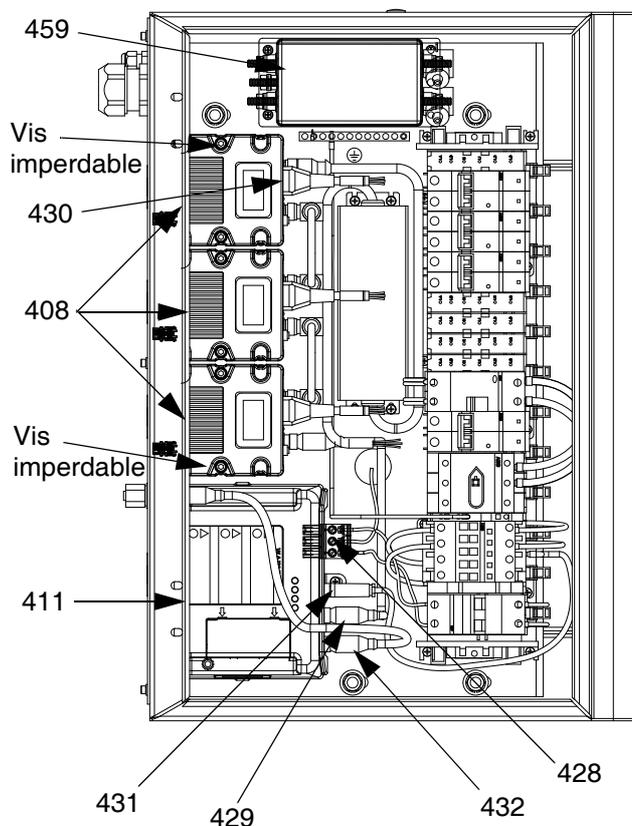
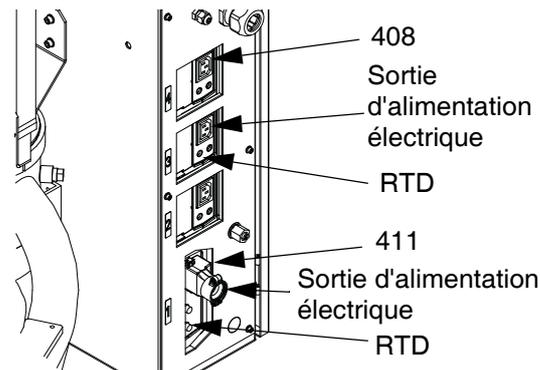

FIG. 48 : Vue interne du boîtier électrique
FIG. 49 : Vue arrière du boîtier électrique
- Ouvrez la porte du boîtier (402). Débranchez les câbles suivants du TCM basse tension (408) :
- Câble d'alimentation électrique d'entrée (430)
- Câble d'alimentation électrique de sortie (consultez la FIG. 49)
- Desserrez les deux vis imperdables (409) maintenant le TCM basse tension (408) sur l'embase (407) puis retirez-le. Consultez la FIG. 48.
1. Ouvrez la porte du boîtier (402). Déconnectez l'alimentation électrique sortante et les câbles de RTD du TCM haute tension (411). Consultez la Fig. 49.
2. Retirez le panneau latéral du boîtier électrique (436). Consultez la section **Pièces de rechange du boîtier électrique**, page 91.
3. Débranchez les quatre câbles entrants (432, 428, 429, 431) du TCM haute tension. Consultez la Fig. 48.
4. Retirez les deux vis (415) qui fixent les supports (412, 413) du TCM haute tension au boîtier électrique. Retirez le TCM haute tension. Consultez la section **Pièces de rechange du boîtier électrique**, page 91.